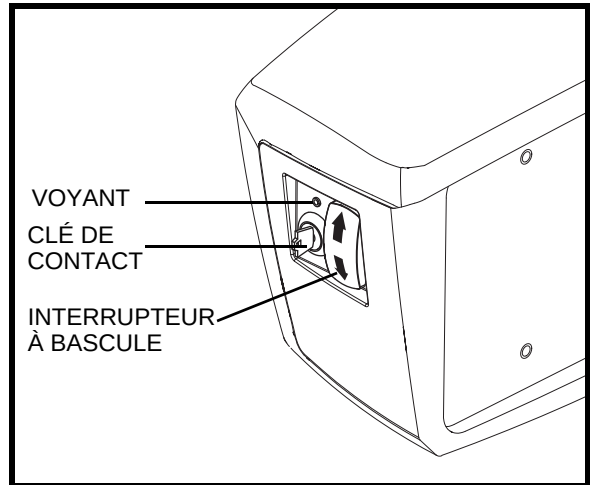

Figure 14. Clé de contact et interrupteur à bascule
2. Utilisez l'interrupteur à bascule pour hausser ou baisser le dispositif. Voir la figure 14.